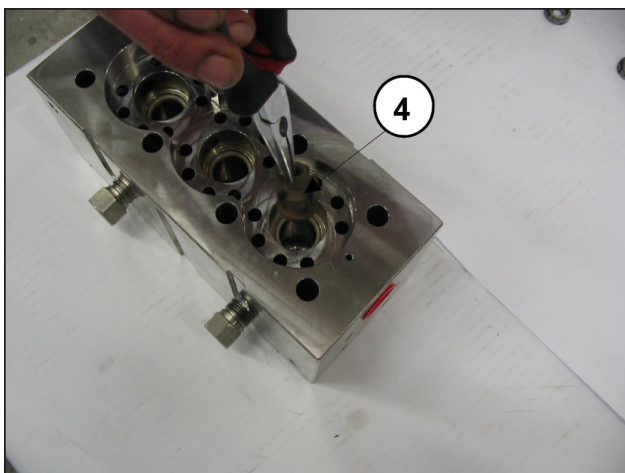
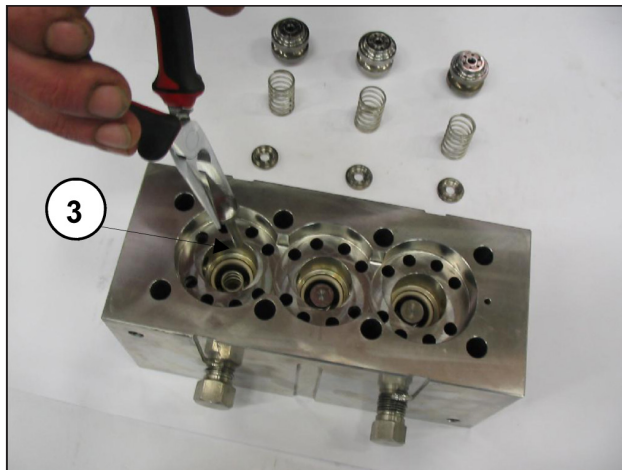

图26
图27
- 抽出输送板③及各自的导块④和相应弹簧，如图26和图27所示，并检查它们的磨损状况，如有必要则进行更换，不过也须按照《使用和保养手册》第11章的“预防性保养”表中标出的时间间隔进行更换。